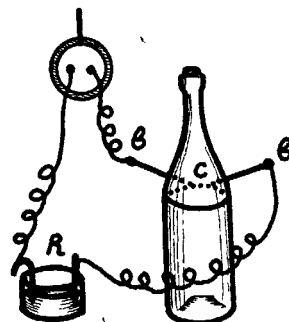

Рис. 1
друг от друга приблизительно в 30 см вбиваются 2 гвоздя (в, в). Бутылка обматывается никелиновой реостатной проволокой, сложенной в 3—4 раза и концы этой проволоки прикручиваются к гвоздям. Эти гвозди будут служить клеммами нашего примитивного нагревательного прибора. К этим «клеммам» по схеме рис. 1 присоединяется через реостат (R) городской осветительный ток. Реостат (R) состоит из банки, которая наполнена водой, подкисленной серной кислотой или обычной поваренной солью, и двух металлических пластинок, из которых одна подвижна. Погружая больше или меньше в жидкость эту пла-